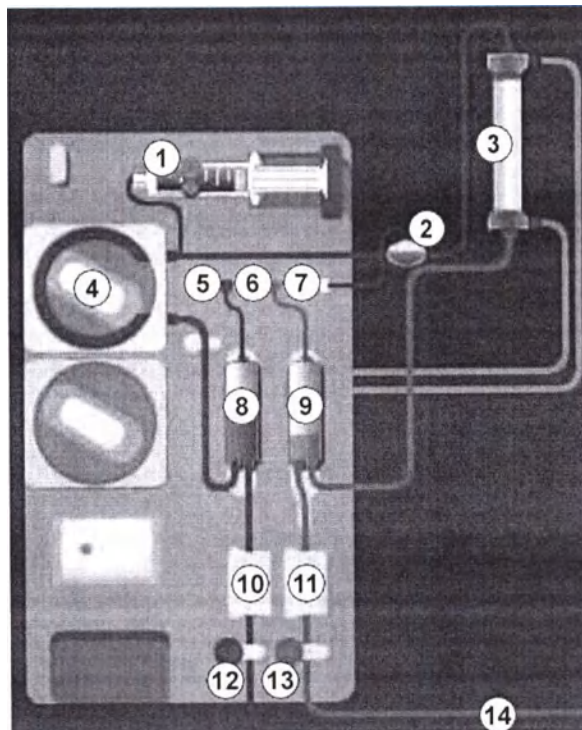

Рис. 3-2 Режим работы - Перекрестный с одной иглой
При открытом зажиме венозной магистрали (Рис. 3-2 Режим работы - Перекрестный с одной иглой (35), ④) и открытым зажиме артериальной магистрали ⑤ насос крови ④ перекачивает кровь от пациента через диализатор ③ в венозную камеру ⑥. Давление в венозной камере ⑥ контролируется с помощью датчика венозного давления ⑦. Когда достигается верхнее установленное значение венозного давления для переключения, насос крови ④ выключается, а зажим венозной магистрали ⑤ открывается. Из-за давления в венозной камере ⑥ кровь течет через диализатор ③ обратно к пациенту, пока не будет достигнуто более низкое давление для переключения. После достижения более низкого переключающего давления в венозной камере ⑥ или истечения заданного времени обратного потока зажим венозной магистрали ⑤ закрывается. Вскоре после этого открывается зажим артериальной магистрали ②. Насос крови ④ активируется, и процесс начинается снова с забора крови у пациента.